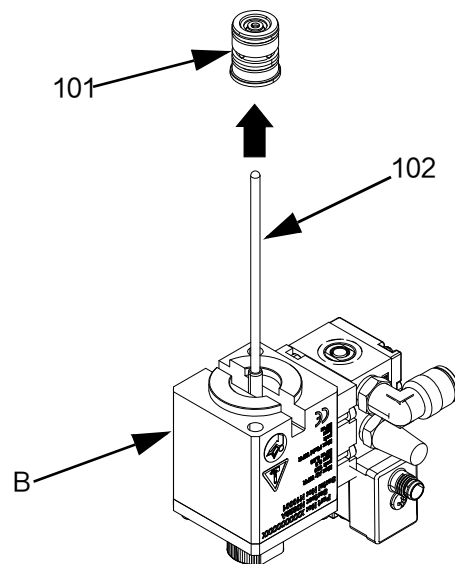

图 13
1. 将密封套件 (101) 从杆组件 (102) 轴上滑下、将其拆除。
2. 检查喷杆组件 (102) 的胶嘴和轴是否有凹槽或凹坑。如果喷杆磨损、请将其更换。参见图 13 (第 21 页)。